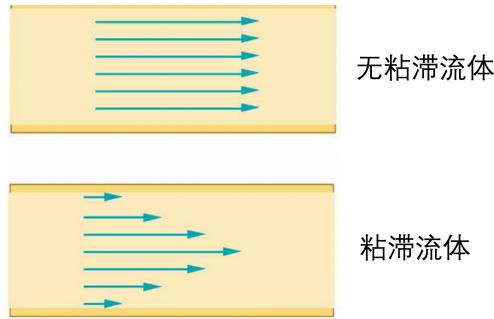

图 19. 水平圆管中的流速分布
4. 哈根-泊肃叶定律 (*Hagen-Poiseuille's law*) 根据伯努利原理，理想流体不需要压力即可流过均匀的水平管道。但是由于流体的粘滞效应，流体在管道中流动时会收到管壁的粘滞力的拖拽（图 19），因此需要提供一定压力差。泊肃叶定理描述了充分长的圆形管道中不可压缩流体的流量与管道两端压力差之间的关系，